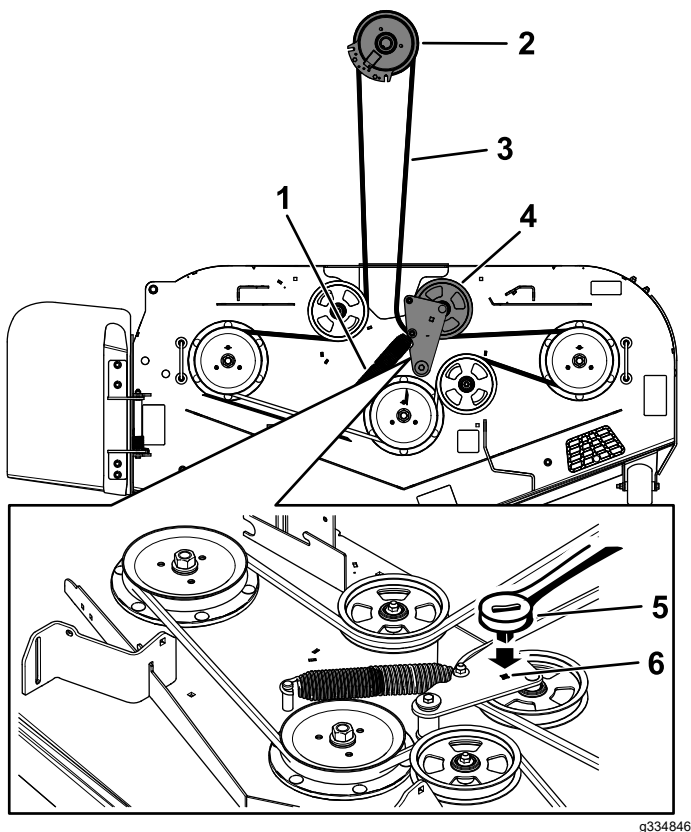

Figura 65
5. Utilice una llave de carraca de $\frac{3}{8}$ " en el orificio cuadrado del brazo tensor para aliviar la tensión del muelle tensor (Figura 65).
7. Instale la guía de la correa en el brazo tensor tensado con muelle (Figura 65).
9. Pase la correa nueva alrededor de las poleas del cortacésped y de la polea del embrague, debajo del motor (Figura 65).
10. Instale la guía de la correa en el brazo tensor (Figura 65).
11. Utilizando la llave de carraca de $\frac{3}{8}$ " en el orificio cuadrado, instale el muelle tensor (Figura 65).